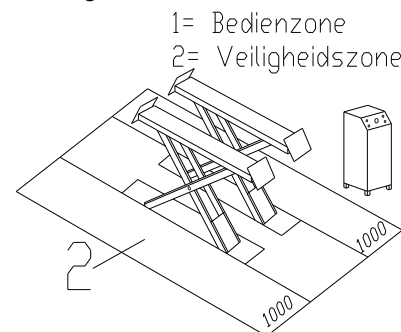

Fig.5
De veiligheidszone (Fig.5) wordt gedeeltelijk bepaald door de afmetingen van het te heffen voertuig.
Tijdens stijg- en daalbewegingen moet de bediener zich in de bedieningszone (1) bevinden, zoals aangegeven in Fig.5. De aanwezigheid van personen in de veiligheidszone (2) is ten strengste verboden. De aanwezigheid van personen onder het voertuig is alleen toegestaan als het voertuig geparkeerd is in de geheven stand.